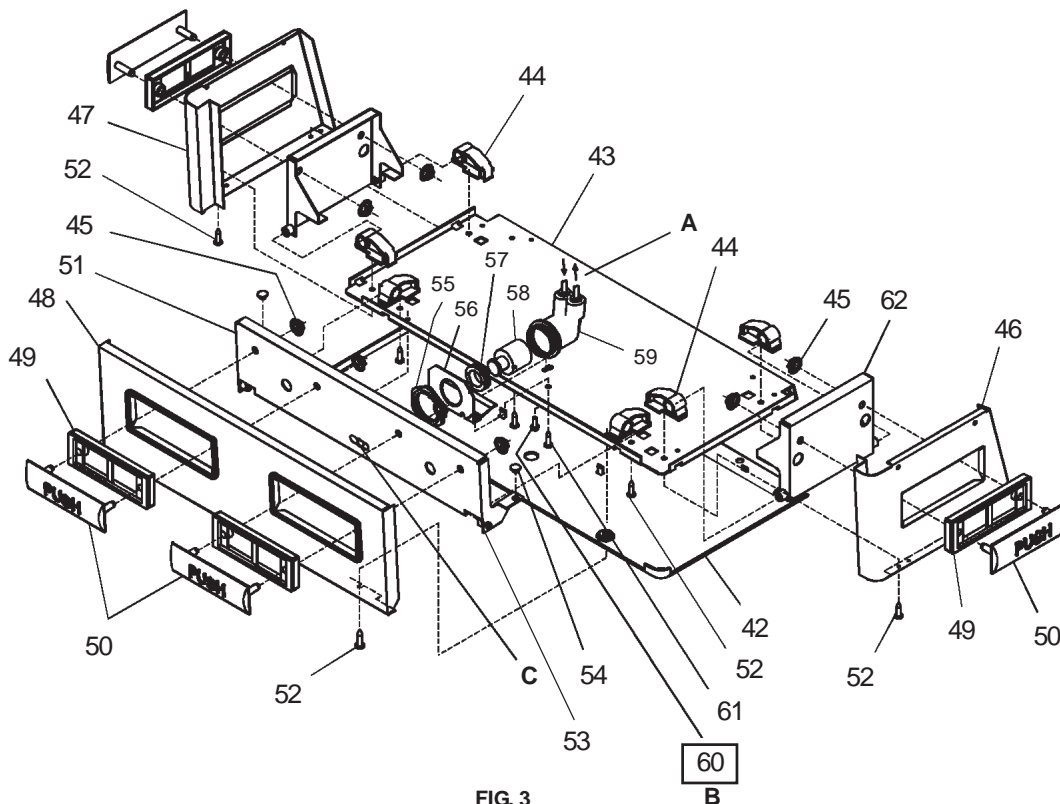

FIG. 3
- 5) Dégagez les deux (2) vis retenant le panneau inférieur avant au bas de la base du refroidisseur ainsi que deux (2) vis sur le dessus. Retirez le panneau avant et mettez-le de côté.
- 8) Stream height is factory set at 45-50 PSI. If supply pressure varies greatly from this, readjust stream height to approximately 1-1/2" (38mm) above the bubbler guard by turning adjustment screw, accessible by removing front push panel, Item No.48 (see Fig.3 & 5).
- 9) Replace the front panel and secure by re-tightening four (4) screws.
- 8) La altura del chorro se determina en la fábrica a 45-50 PSI. Si la presión del suministro varía demasiado de este valor, reajuste la altura del chorro a aproximadamente 1-1/2" por encima del protector del borboteador dando vuelta al tornillo de ajuste sacando el panel frontal de empuje, Artículos 48 (vea Fig. 3 y 5).
- 9) Vuelva a colocar el panel frontal y asegúrelo apretando nuevamente los cuatro (4) tornillos.
- 8) Le niveau d'écoulement est réglé en usine à 45-50 Lb/po2. Si la pression varie beaucoup de ce point, ajustez le niveau à nouveau à environ 1-1/2" (38mm) au-dessus du protège-barboteur en tournant la vis de réglage du régulateur que l'on trouve en retirant le panneau, article 48 (voir fig. 3 et 5).
- 9) Remplacez le panneau avant et fixez le en place en resserrant les quatre (4) vis.